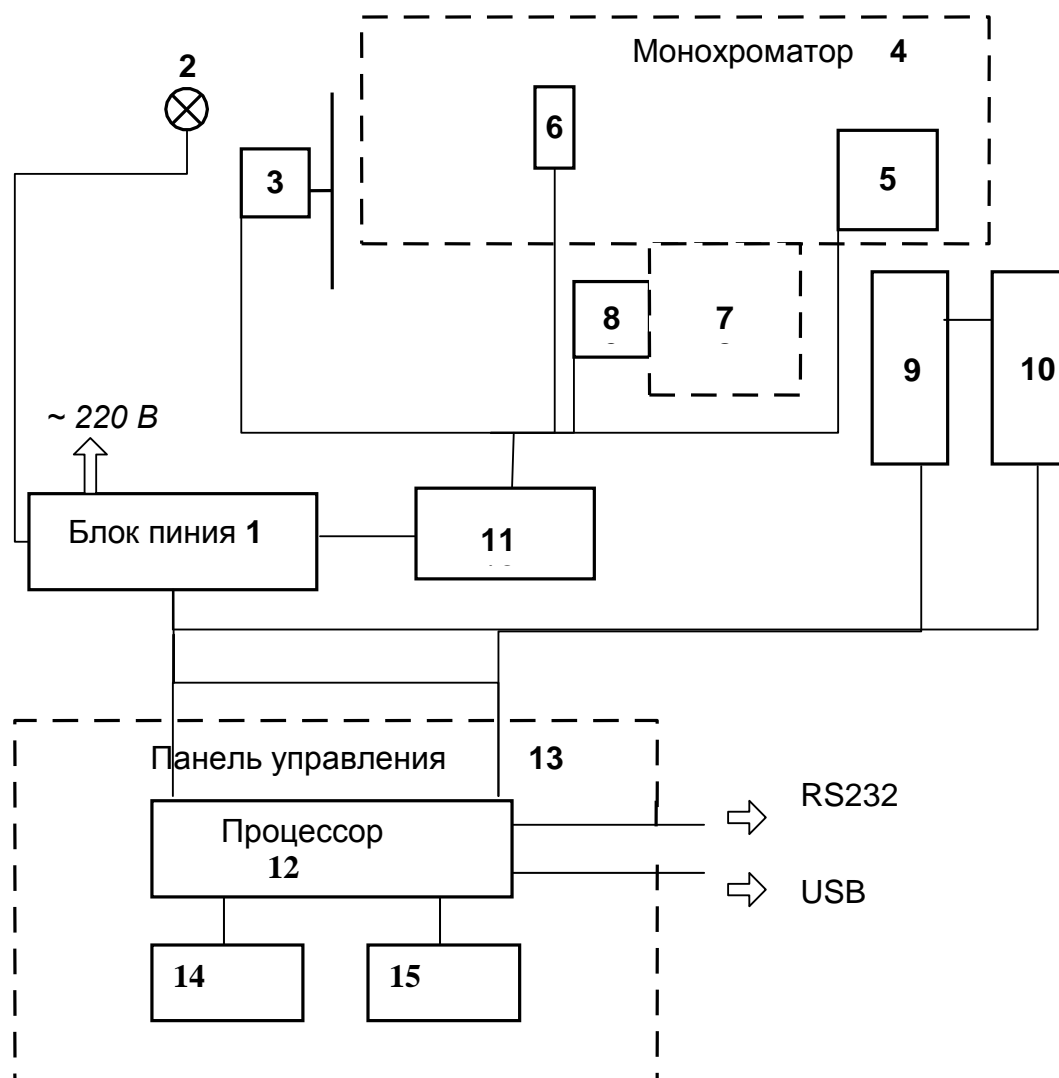

Рис. 2. Функциональная схема анализатора
Функциональная схема анализатора представлена на рис. 2. Блок питания (1) обеспечивает электроэнергией все элементы схемы и представляет собой композицию импульсных преобразователей напряжения с питанием от сети переменного тока 220В 50Гц. Световой поток от источника излучения (2) (галогенной лампы), промодулированный с помощью электромеханического модулятора (3), направляется в монохроматор (4), имеющий привод сканирования (5), внутри монохроматора расположен формирователь опорного сигнала (6). Монохромный свет направляется в интегрирующую сферу (7) с встроенной заслонкой "эталон-образец" (8). Диффузно отраженный световой поток регистрируется фотоприемником, установленным на плате регистрации (9).